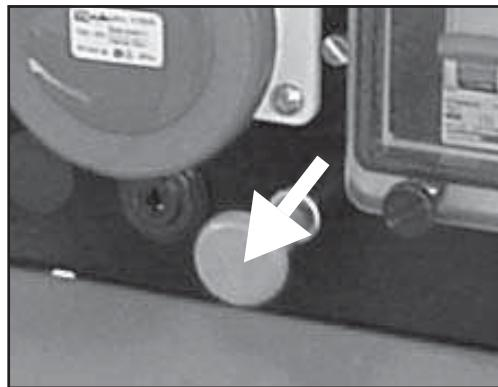

Fig. 8
- 3) Versie motor Ruggerini: Trek aan de knop op het bedieningspaneel (zie fig.8); wacht tot de motor volledig is gestopt; zet de sleutel weer in de stand "OFF".